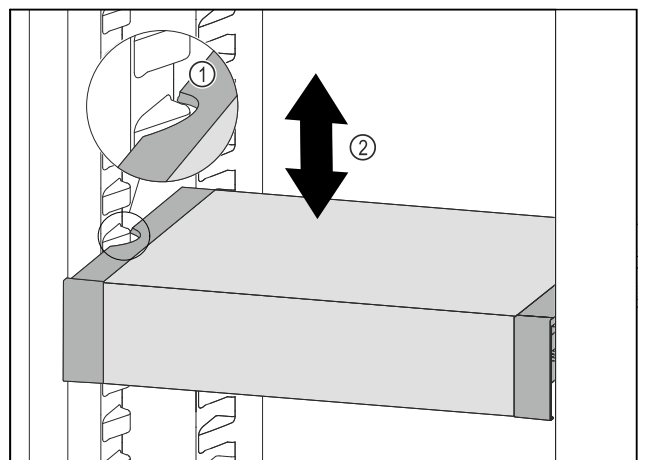

Fig. 82
- VarioSafe naar voren trekken tot de uitsparingen aan de zijkant van de VarioSafe zich ter hoogte van de rib in het koelgedeelte bevinden. Fig. 82 (1)
- VarioSafe in het koelgedeelte omhoog of omlaag bewegen tot de gewenste hoogte is bereikt. Fig. 82 (2)